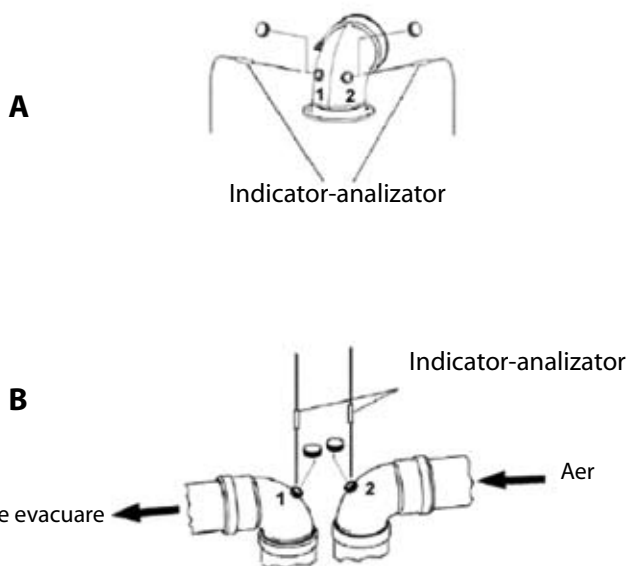

Fig. 16 - Punctele de introducere a sondelor la măsurarea randamentului
- Măsurați temperatura aerului de ardere (prin orificiul 1 - vezi fig. 16 A - pentru centralele cu cameră de ardere închisă, dotate cu tuburi și prevăzute cu orificii).
- Măsurați temperatura gazelor evacuate și conținutul CO_2 (prin orificiul 2 - vezi fig. 16 A - pentru centralele cu cameră închisă, dotate cu tuburi și prevăzute cu orificii).
- Măsurați temperatura aerului pentru ardere prin orificiul 2 (vezi fig. 16 B) - pentru centralele cu cameră închisă, dotate cu tuburi și prevăzute cu orificii).
- Măsurați temperatura gazelor evacuate și conținutul CO_2 prin orificiul 1 (vezi fig. 16 B) - pentru centralele cu cameră închisă, dotate cu tuburi și prevăzute cu orificii).